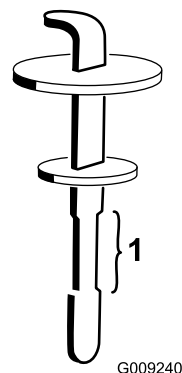

Рисунок 131
5. Извлеките масломерный щуп из заливной горловины и протрите его чистой ветошью. Вставьте масломерный щуп в заливную горловину; затем извлеките его и проверьте уровень жидкости (Рисунок 131).